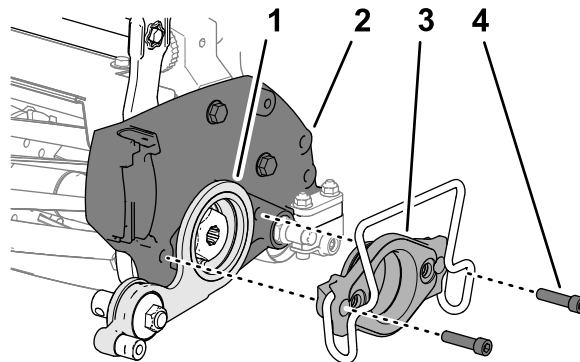

図 19
1. 図 19 に示すように、アイドルアセンブリをカッティングユニットに合わせる。
2. 図 19 に示すように、アイドルプレートをカッティングユニットのサイドプレートに合わせる。
3. アイドラプレートを通してモータマウントをカッティングユニットのサイドプレートの内部に取り付ける 図 19。
- マウントをプレート 図 19 に組み付けるステップ